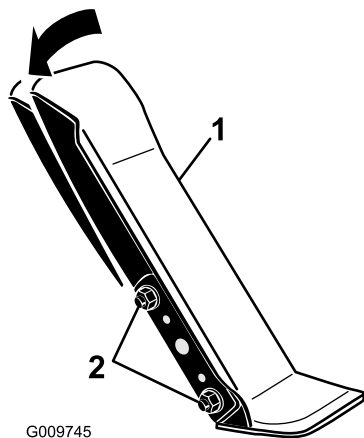

Figure 67
1. Desserrez les deux écrous et boulons qui fixent le côté gauche de la pédale de déplacement au support (Figure 67).
2. Faites pivoter la pédale à l'angle voulu puis serrez les écrous (Figure 67).